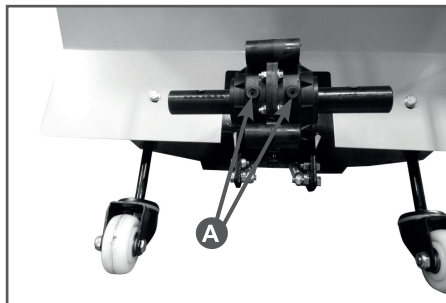

Рис. 27 Заглушки отверстий для смазки редуктора
4. Снять две резиновые заглушки А отверстий для заправки смазки редуктора (Рис. 27).